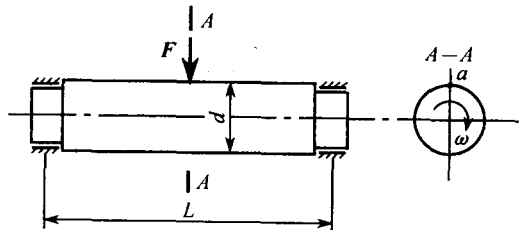

图 1-7
(1) 已知:平均应力 $\sigma_m = 250 \text{ MPa}$, 应力特性系数 $r = 0.25$, 求出最大应力 $\sigma_{\max}$ 、最小应力 $\sigma_{\min}$ 和应力幅 σ_a , 并画出应力随着时间的变化曲线, 说明这是什么类型的应力?
(2) 一旋转轴直径 $d = 80 \text{ mm}$, 受径向力 $F = 2 \text{ kN}$, 跨距 $L = 2 \text{ m}$ 。 F 力作用在二支点中间, 见图 1-7。试计算 a 点的最大弯曲应力 $\sigma_{\max}$ 、最小弯曲应力 $\sigma_{\min}$ 、应力幅 σ_a 、平均应力 σ_m 和应力特性系数 r , 并画出其变应力图。